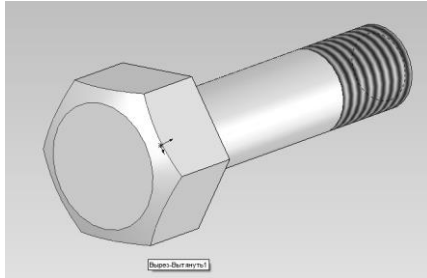

Рисунок 7.3. - Результату побудови болта
- активізувати команду «**Extruded Cut**» на панелі інструментів «**Features**». На екрані з'явиться вікно «**Extruded**». У цьому вікні вказати глибину вирізу – 30 мм та вказати ухил 60° . ОК. (Рис. 7.3).